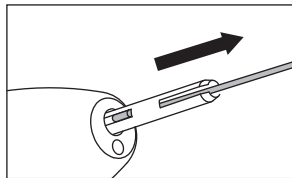

Fig. 3
- 2) Inserire nel mandrino l'estrattore per il fermo della fresa fornito. Estrarre il fermo della fresa agganciandone la fessura all'estremità. (Fig. 3)